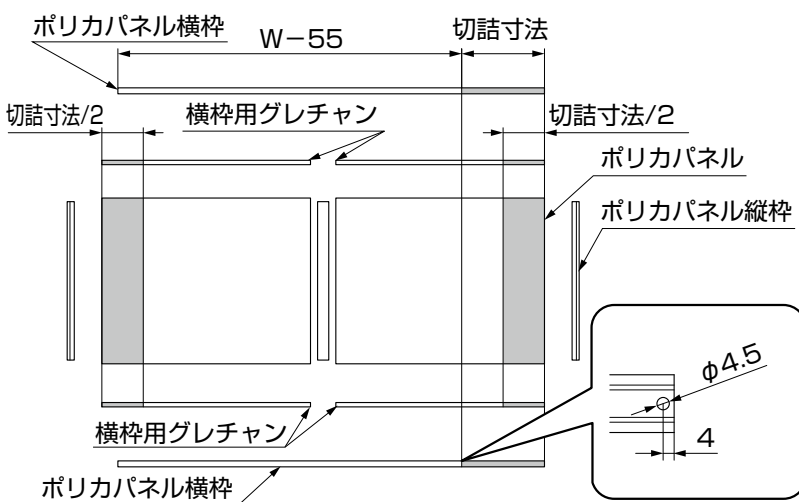

図15-16
- ③ポリカパネル横枠を「W-55mm」で切断してください。
- ④続いて横枠用グレチャン、ポリカパネルを両端から切断してください。
- ⑤ポリカパネル横枠に切断した側から4mmのところのφ4.5の孔をあけてください。(図15-16参照)
- ⑥加工後、再度組立ててください。